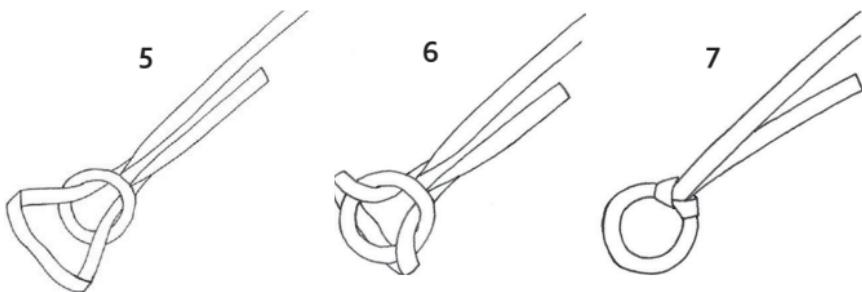

Fig. 12
- Fijar el segundo Express-Ring con un nudo de cabeza de alondra en la cinta restante que sale del polipasto, tal y como se representa en Fig. 12, 5–7.